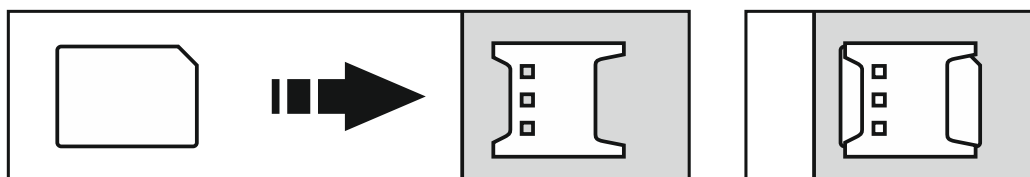

Abb. 13. Montage der nano-SIM-Karte.
3. Setzen Sie die SIM-Karte(n) in den/die Steckplatz(e) ein. (Abb. 13).